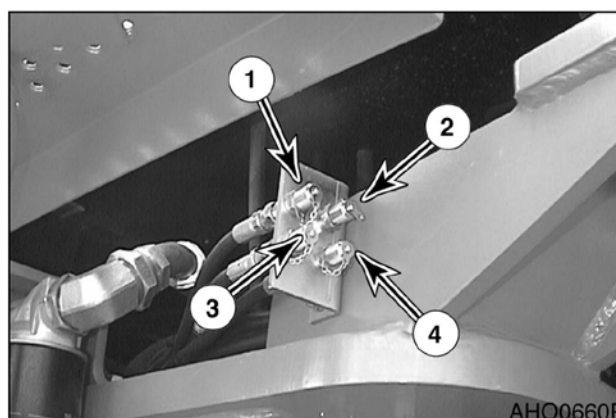

Рис. 94
1. Подключите манометр к отверстию (1, рис. 94).
1. Подключите манометр к отверстию (4, рис. 94).
1. Подключите манометр к отверстию клапана рулевого управления (1, рис. 94).